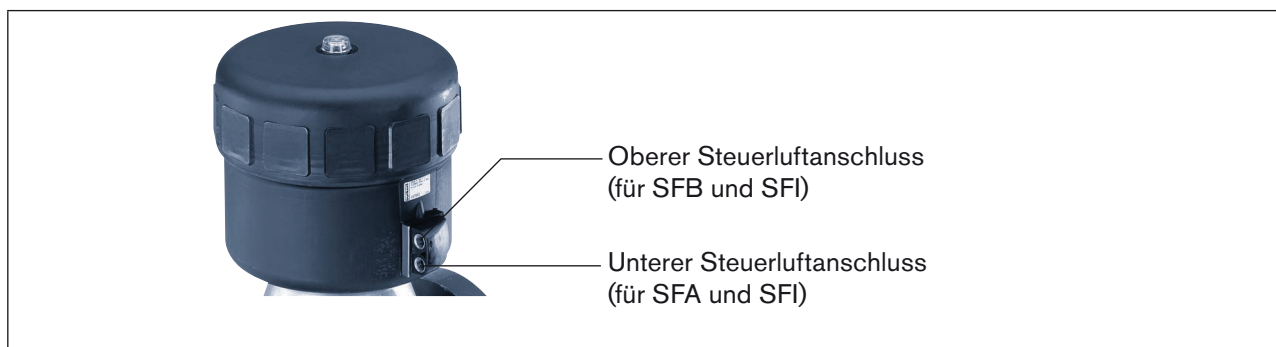

Bild 18: Steuerluftanschluss
- Unteren Steuerluftanschluss mit Druckluft (Wert wie auf dem Typenschild angegeben) beaufschlagen (siehe nachfolgendes Bild 18: Steuerluftanschluss).